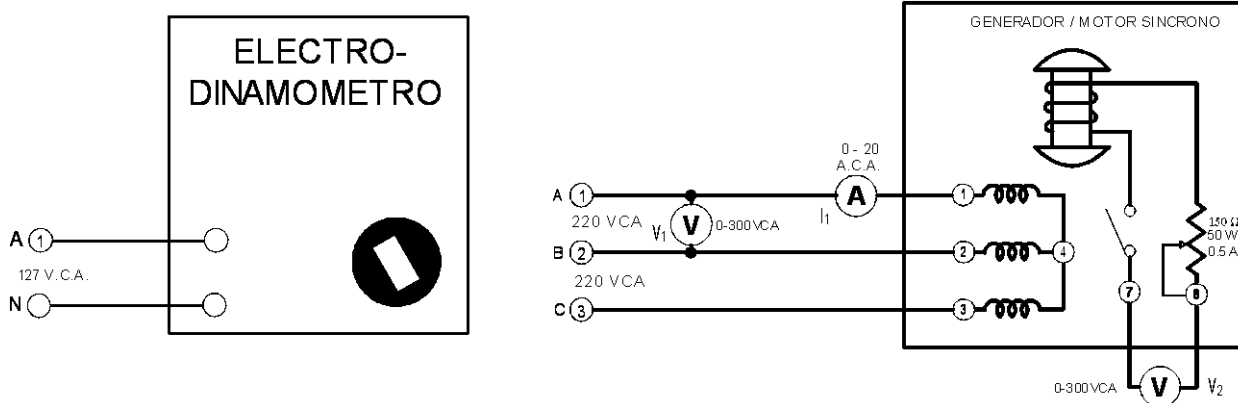

Fig. A11-3
8.- Conecte el circuito que se ilustra en la figura A11-3.